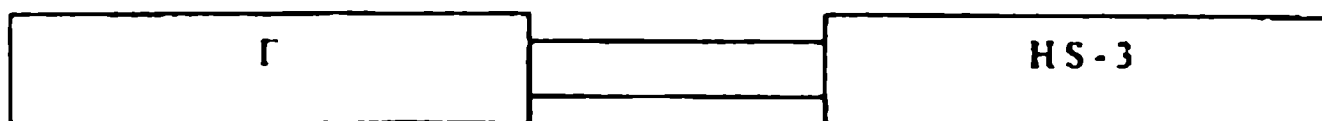

Рис. 1
3. 1. Собрать схему для измерения (рис. 1).
3.5. Провести измерения периода синусоидального сигнала, данные измерений записать в табл. 2. Схема для измерения изображена на рис. 1.